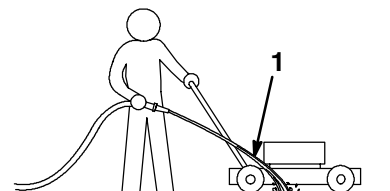

Figure 14
3. Tenir le tuyau d'arrosage à la hauteur du mancheron et diriger le jet vers le sol, juste devant la roue arrière droite (Fig. 14).